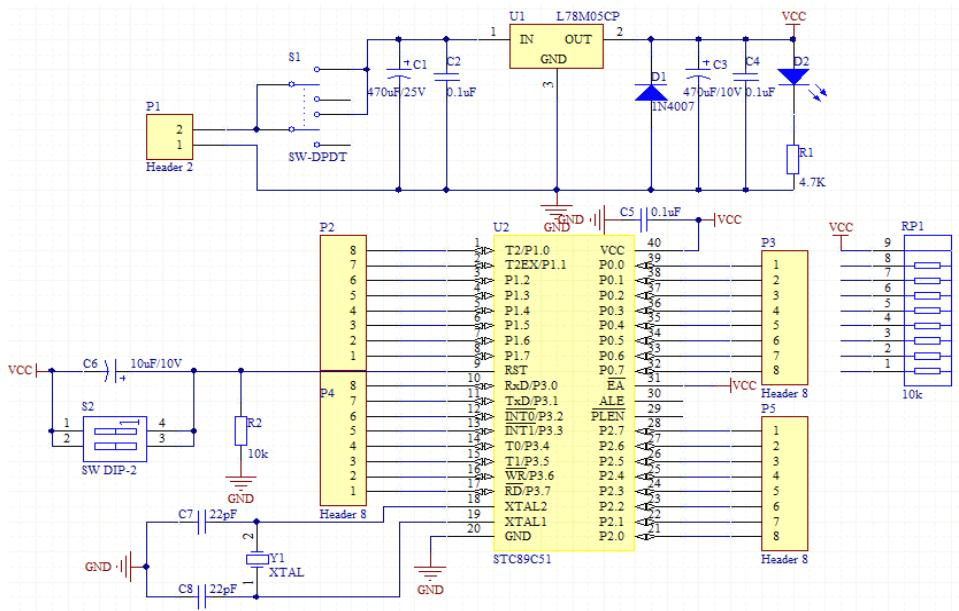

图 6-6.37 放置好电源的接地的原理图
**Step1:** 放置电源和接地, 单击工具栏的  图标或者  图标, 电源或者接地图标会粘在“十”字光标上, 移动到合适的位置单击鼠标左键即可。放置完成后如图 6-6.37 所示。